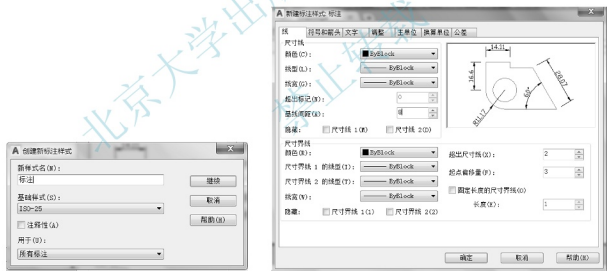

图 3.20 【创建新标注样式】对话框
(2) 单击【标注样式管理器】对话框右侧的【新建】按钮, 弹出【创建新标注样式】对话框, 在【新样式名】文本框中输入“标注”, 如图 3.20 所示, 【基础样式】为【ISO-25】, 也就是说【标注】标注样式是在【ISO-25】标注样式的基础上修改而成的。